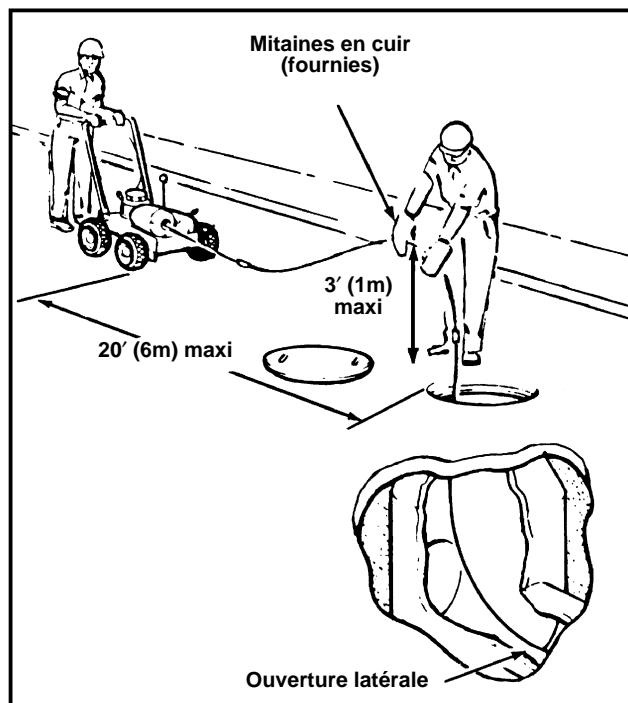

Figure 3 – Utilisation du dégurgeoir à tringles
▲ MISE EN GARDE Respectez le mode d'emploi à la lettre afin de maintenir le contrôle de la machine et de ses tringles, et éviter ainsi de graves blessures (*Figure 3*).
11. Lorsque la machine avance, le manipulateur de tringle doit appuyer sur la tringle en la guidant entre son pouce et sa paume, les doits étendus. (*Figure 3*).